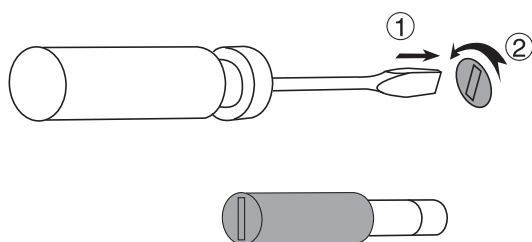

图 1-4 保险丝座的拆卸方法
2. 按照图 1-4 所示，使用一字螺丝刀向下压的同时并逆时针方向旋转，卸下后面板上的保险丝座。